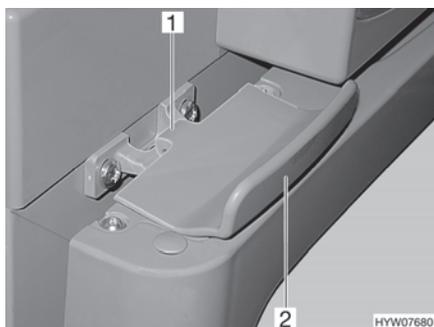

Fig. 107 Bloqueo de la puerta del frigorífico, cerrado (Thetford)
- Abrir la puerta del frigorífico con el tirador (Fig. 107,2). El bloqueo (Fig. 107,1) se abre automáticamente.